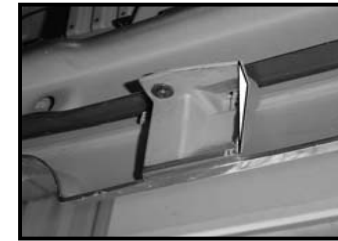

Abb. 1
- \* Auf der Rückseite der Befestigungsklemmen der Stoßstange einen Einschnitt ausführen (1 rechts (Abb.2) und 1 links (Abb.1)).